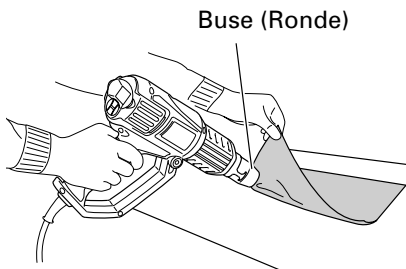

Fig. 7
2. **Ramollissement de la colle (Fig. 7)**